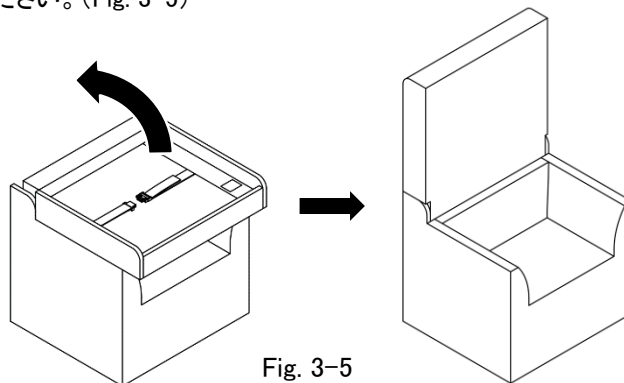

Fig. 3-5
④ 使用後はおむつ交換台を上げ、ソファとしてご使用ください。(Fig. 3-5)